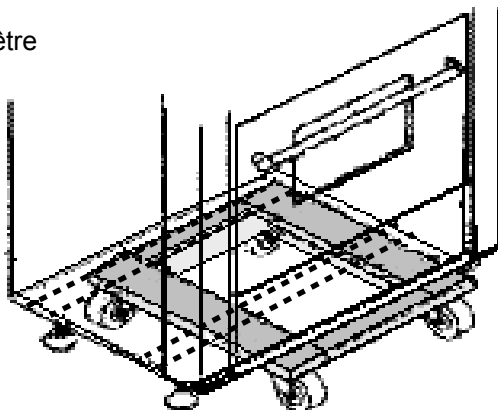

Figure 6 : Emplacement de la plate-forme à roulettes
5. En raison du poids de la cuisinière, il convient d'utiliser une plate-forme à roulettes souples pour la déplacer. Le poids doit être uniformément réparti sur la plate-forme (voir Figure 6).